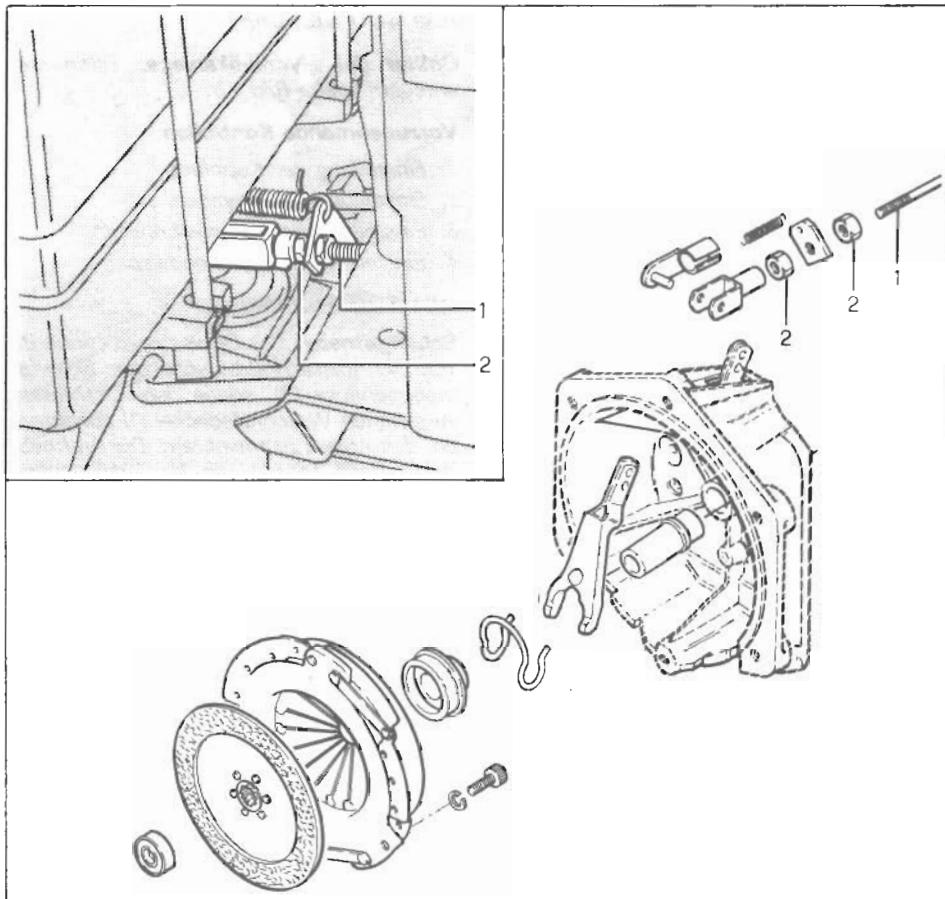

Fig. 18 - Bild 18
- Se la corsa a vuoto del pedale è insufficiente (slittamento della frizione) o eccessiva (disinneso incompleto), regolare il tirante di comando (1) (vedere la fig. 18). Agire sul dado di regolazione (2) in modo che la corsa a vuoto del pedale sia di 15 mm.
- Se la regolazione del pedale non dà i risultati voluti, far smontare e verificare la frizione presso un'officina specializzata (vedere dettaglio di smontaggio in fig. 18).
2. If the idle stroke is insufficient (clutch slippage) or excessive (disengagement is not complete) adjust the corresponding control rod (1) (see fig. 18). This can be done through set nut (2) until a 15 mm idle travel is achieved.
3. In the event the pedal adjustment does not suffice, have the clutch disassembled and inspected in a specialized workshop (see disassembly detail in fig. 18).
2. Si la course à vide de la pédale s'avère insuffisante (l'embrayage patine) ou excessive (débrayage incomplet) régler le tirant de commande (1) (voir fig. 18). Agir sur l'écrou de réglage (2), de sorte que la course à vide soit d'environ 15 mm.
3. Si la mise au point de la pédale ne donne pas les résultats voulus, s'adresser à un atelier spécialisé pour le démontage et le contrôle de l'embrayage (voir les détails du démontage en fig. 18).
2. Sollte der freie Pedalweg ungenügend (Rutschung der Kupplung) oder übermäßig (unvollständige Ausschaltung) ausfallen, das Steuergestänge (1) (siehe Bild 18) durch Wirkung auf die Einstellmutter (2) so einstellen, dass der freie Pedalweg ca. 15 mm beträgt.
3. Sollte die Pedaleinstellung nicht den Zweck erreichen, muss man die Kupplung demontieren und sie in einer Fachwerkstatt prüfen lassen (siehe Demontage Detail Bild 18).